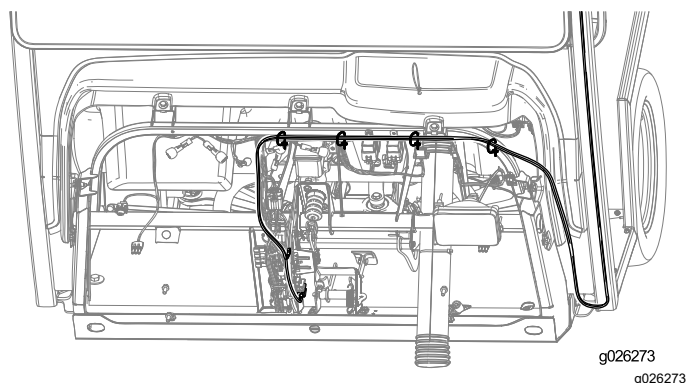

Figura 33
- Disponete il cablaggio preassemblato come illustrato nella Figura 33 e fissatelo con le 4 fascette per cavi.